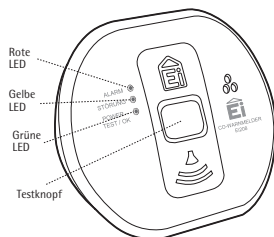

Abb. 5
8. Den Testknopf (nach 15 Sekunden) drücken, um sicherzustellen, dass das Gerät funktioniert (siehe Abbildung 5).